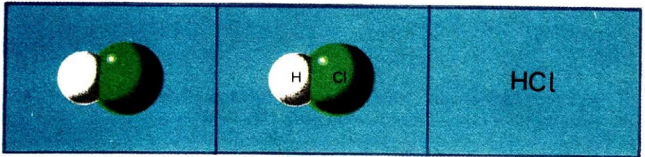

Abb. 75 Modell und Formel eines Chlorwasserstoffmoleküls
- ①\* Nenne wissenschaftliche Leistungen von zwei Wissenschaftlern, die im 18. Jahrhundert lebten, und deren Bedeutung für die Entwicklung der Chemie!
- ② Entscheide, ob man Chlor pneumatisch oder durch Luftverdrängung auffangen kann! Begründe deine Entscheidung!
- ③ Begründe, weshalb mit Chlor keine Schülerexperimente durchgeführt werden dürfen!
**Reaktion von Chlor mit Wasserstoff zu Chlorwasserstoff.** Die Wasserstoffflamme brennt in Chlor weiter, obwohl kein Sauerstoff vorhanden ist. Daraus kann man schließen, daß Wasserstoff mit Chlor reagiert. Außerdem beobachtet man den Verbrauch des gelbgrünen Chlors und die Bildung eines farblosen Reaktionsprodukts (Experiment 30). Das Reaktionsprodukt ist **Chlorwasserstoff HCl**. Chlorwasserstoff ist eine Molekülsubstanz, also aus Molekülen aufgebaut. Im Chlorwasserstoffmolekül sind 1 Atom Wasserstoff und 1 Atom Chlor miteinander verbunden (Abb. 75). ①